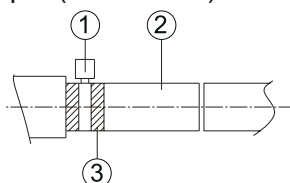
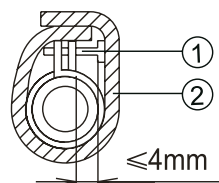

Fig 4.3.2
Fig 4.3.3
- 1) Insérer le tuyau d'évacuation dans l'orifice d'évacuation et le serrer avec du ruban, comme indiqué sur la Fig. 4.3.2.
- (2) Serrer la bride de tuyau, la distance entre l'écrou de vis et le tuyau doit être inférieure à 4 mm.
- ① bride métallique (accessoire)
- ② tuyau d'évacuation (accessoire)
- (3) Utiliser une platine d'étanchéité pour isoler la bride de tuyau et le tuyau, comme indiqué sur la Fig. 4.3.3.
- ② éponge thermique (accessoire)